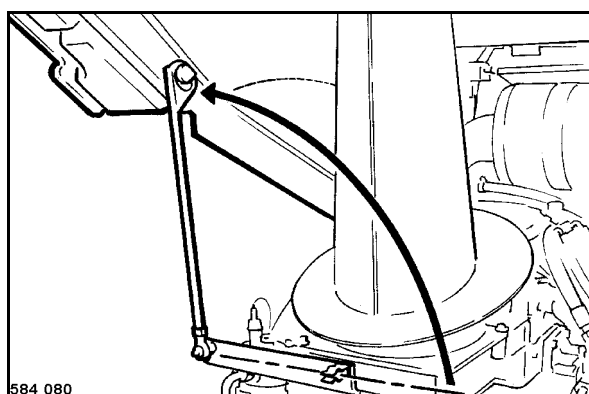

Fig. 76
- Tirer la barre du support et caler le capot (Fig. 76).